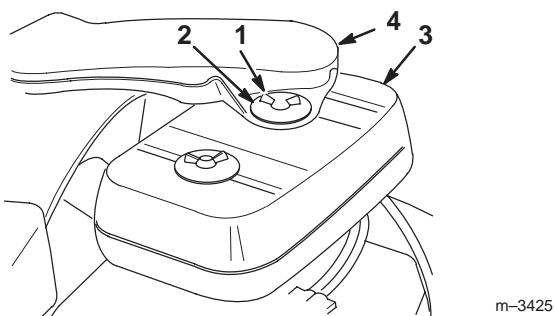

Figure 26
3. Nettoyez la surface autour du filtre à air pour éviter que des impuretés s'introduisent dans le moteur et l'endommagent (Fig. 26).
4. Enlevez les boulons à oreilles, les rondelles, le conduit d'entrée d'air et le couvercle du filtre à air (Fig. 26).
2. Mettez les boulons à oreilles, les rondelles, le conduit d'entrée d'air et le couvercle du filtre à air enlevés précédemment (Fig. 26).